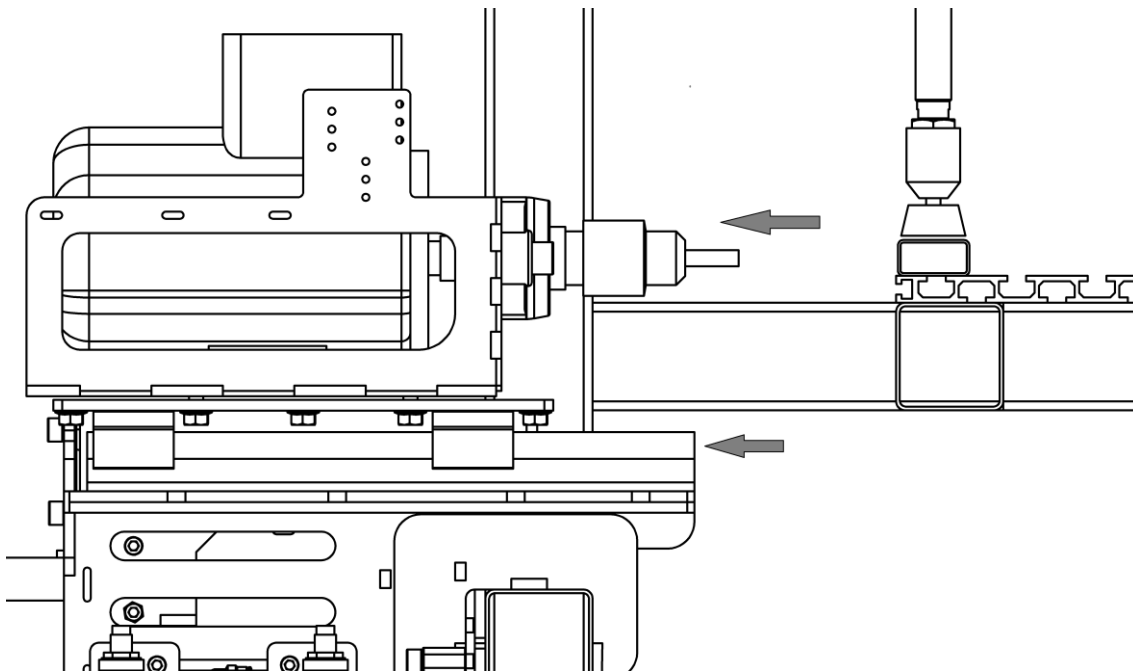

Рисунок 21.
7.7 Если нам нужно получить общий ход менее максимального, то закручиваем винт "А" на такую глубину чтобы в "базовом"(начальном) (рис.21) положении каретки (до упора назад) между винтом "А" и упорной полкой "D" было такое же расстояние как и необходимый общий ход (подход+сверление) сверления.